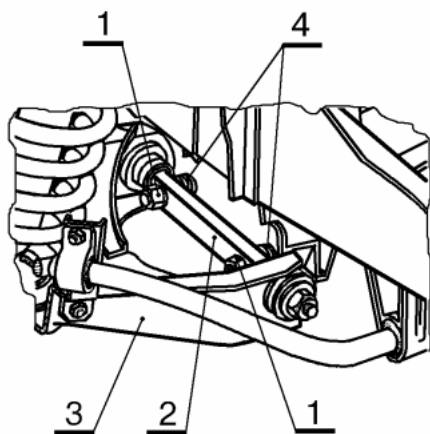

Рисунок 1 - Элементы передней подвески автомобилей ВАЗ 2101 - 2107:
3.1.2 Ослабить гайки 1, рисунок 1, крепления оси 2 нижнего рычага до свободного снятия регулировочных шайб. В случае "прикипания" оси к поперечине нанести средство "Унисма-1" с выдержкой 10-15 мин., обстучать ось молотком; используя монтажную лопатку отделить ось от поперечины. Запрещается использовать зубило для отрыва оси рычага от поперечины (ключ кольцевой 19, молоток, лопатка монтажная, средство типа "Унисма-1").